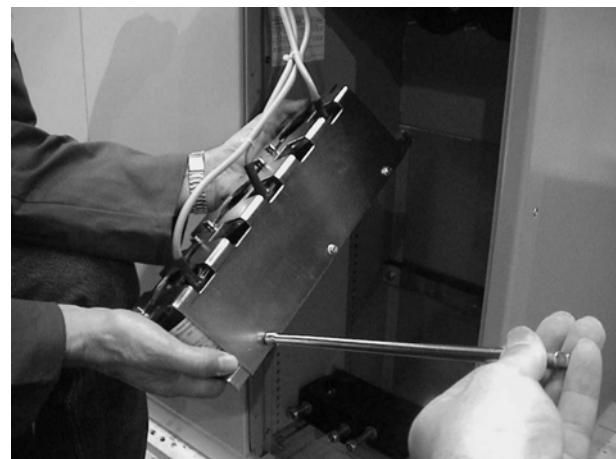

Рисунок 6-3: Открытие крышки корпуса
7. Снимите крышку корпуса (6 болтов) (Рисунок 6-3).